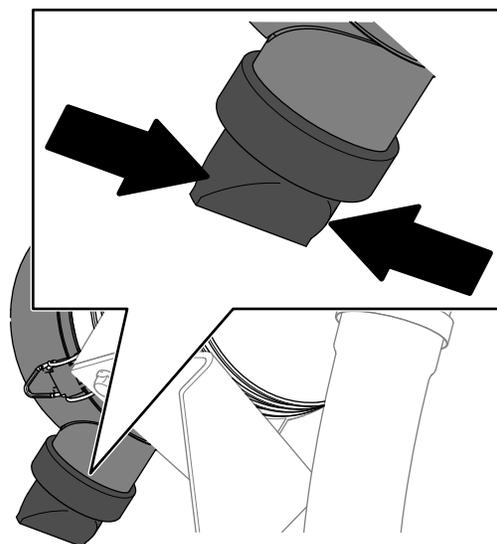

Figura 109
5. Apriete la válvula de expulsión de polvo (Figura 109).